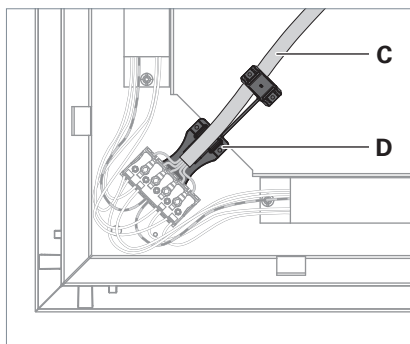

Fig. 6: Monter la décharge de traction.
- Fixez le câble de raccordement **C** à l'aide de la décharge de traction **D**, voir Fig. 6.